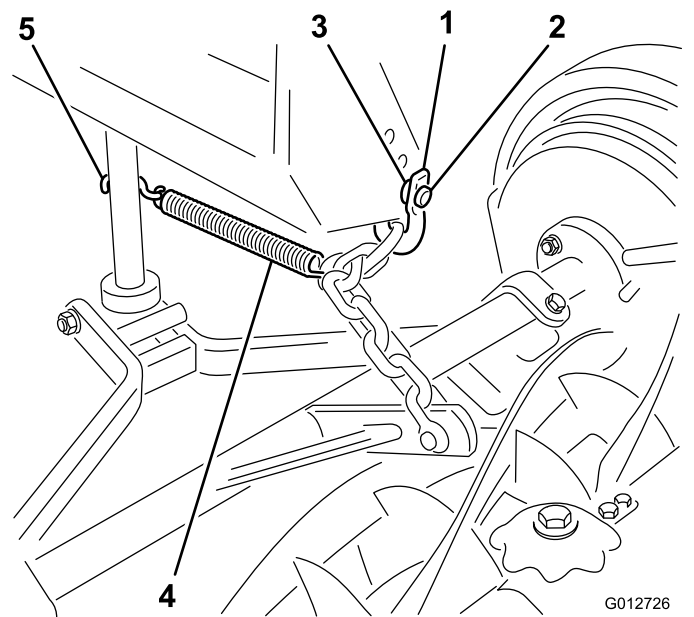

Figura 35
4. Sujete la cadena de elevación al brazo de elevación y al soporte de montaje de la unidad de corte con los grilletes largos, los pasadores y las chavetas (Figura 35).
5. Enganche el muelle en el quinto eslabón de la cadena, contando desde la unidad de corte, y sujete el otro extremo del muelle a la barra de elevación con el gancho en S (Figura 35).